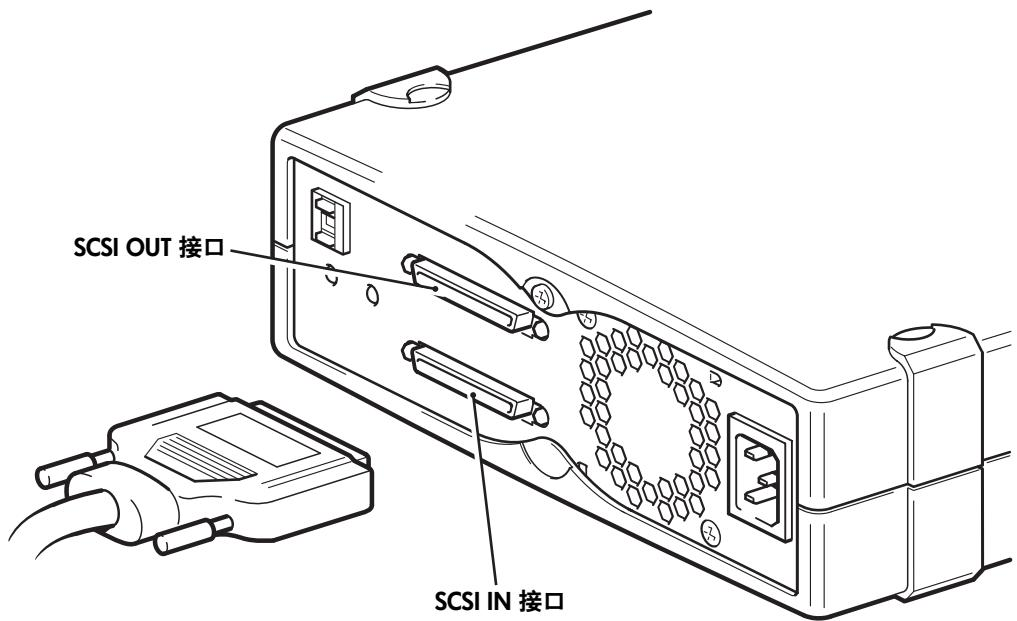

图 5：连接 SCSI 电缆
- 4 将 SCSI 电缆上的 HD 接头连接到磁带机后面板上的 SCSHIN 接口，并拧紧螺丝将其固定。（见图 5）**切勿** 将电缆连接到 SCSI-OUT 接口。